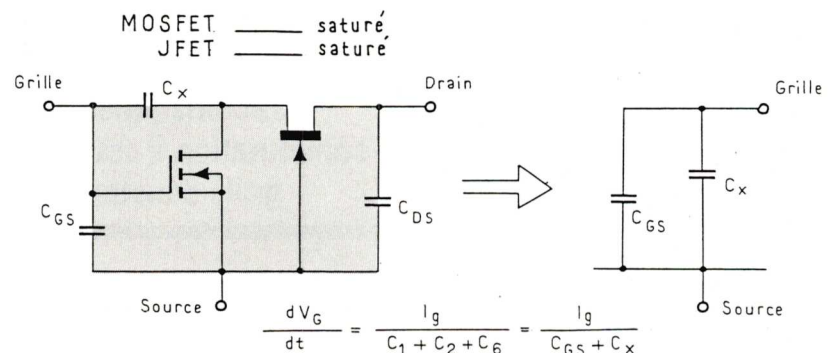

Fig. 16 : Modèle cascode au cours de la phase 4.
**Phase 4 : MOS saturé, JFET saturé** (phase de coupure). Cette fois les deux générateurs  $gm V_g$  et  $gm_j V_x$  sont des court-circuits et le courant de grille  $I_g$  sert à charger les condensateurs  $C_x$  et  $C_{gs}$  en parallèle à la valeur maximale  $V_g$  (figure 16).